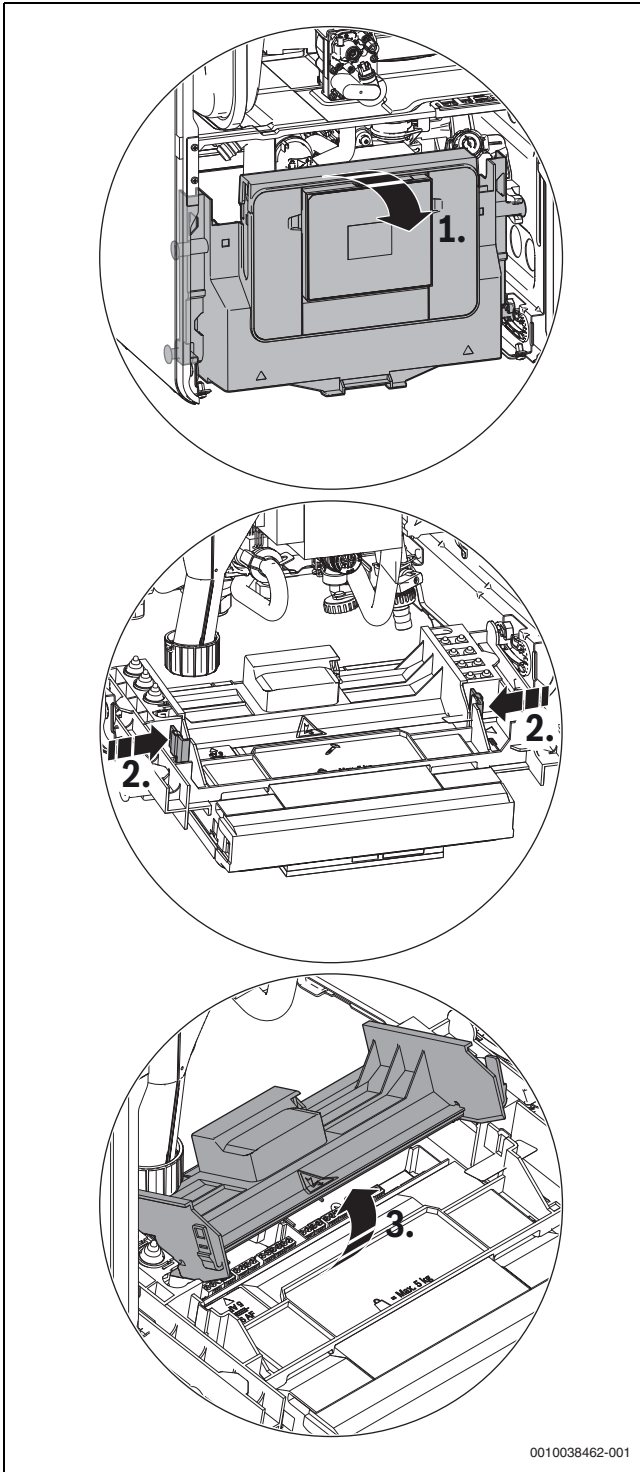

Bild 31 Abdeckung aufklappen
- ▶ Steuergerät nach unten klappen (→ Bild 31).